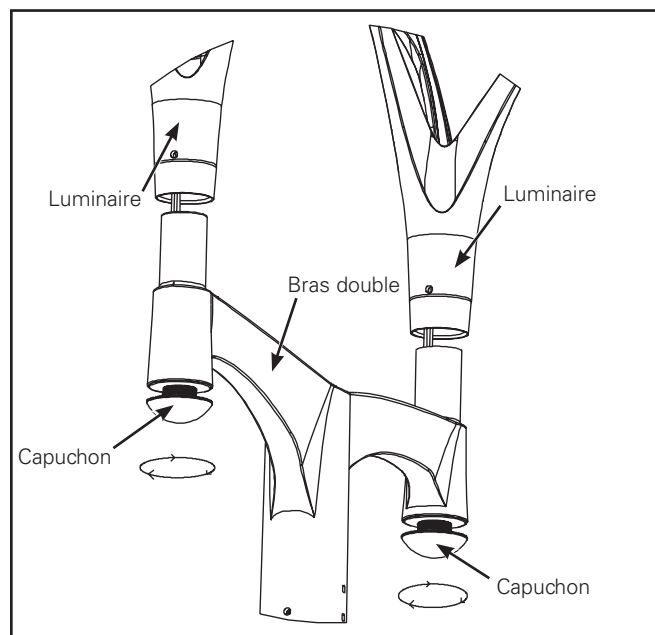

Figure 15.
- Une fois les connections effectuées, repoussez soigneusement tous les fils dans le trou du bras à l'endroit où le capuchon a été retiré. Resserrez les capuchons pour refermer les trous du bras double. (Figure 15.)